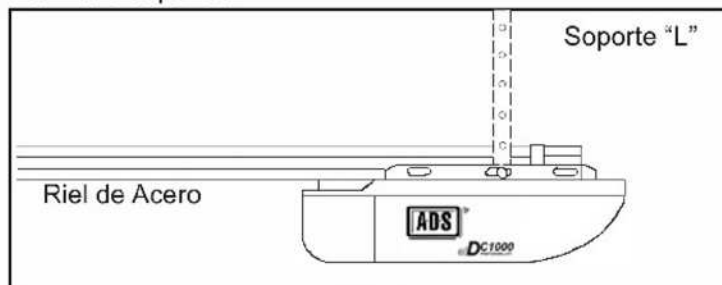

Fig.10
- **Riel de Acero (Fig.10):** Fije el Riel de Acero al techo con dos Soportes.